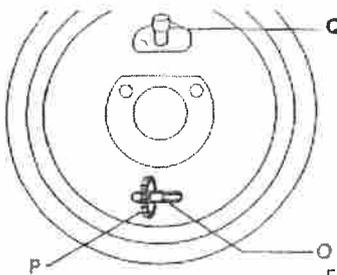

Fig. 26
2) FRENOS DE SERVICIO (TM-15.13 y TM-15.16) (Fig. 26)